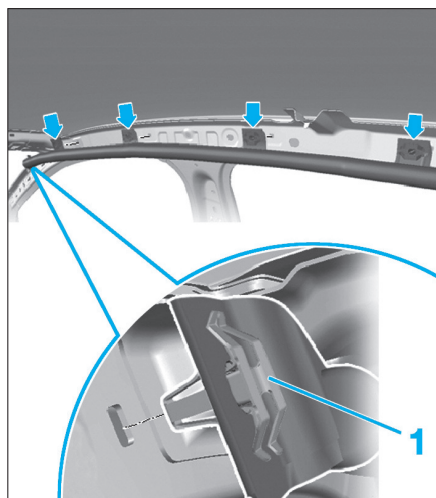
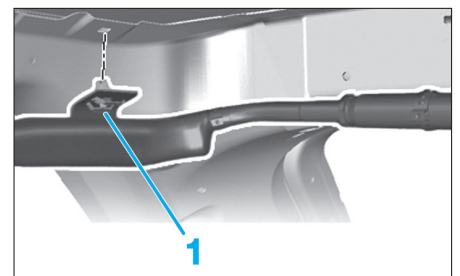

FIG. 6
FIG. 7
- Dégrafer avec une infinie précaution les agrafes (1) de l'airbag rideau comme illustré (Fig.6) et (Fig.7).